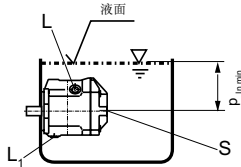

图3
- a) 当油箱的最低液面在泵顶端之上或同高，则“L1”、“L”和“S”口可开放(见图3。)